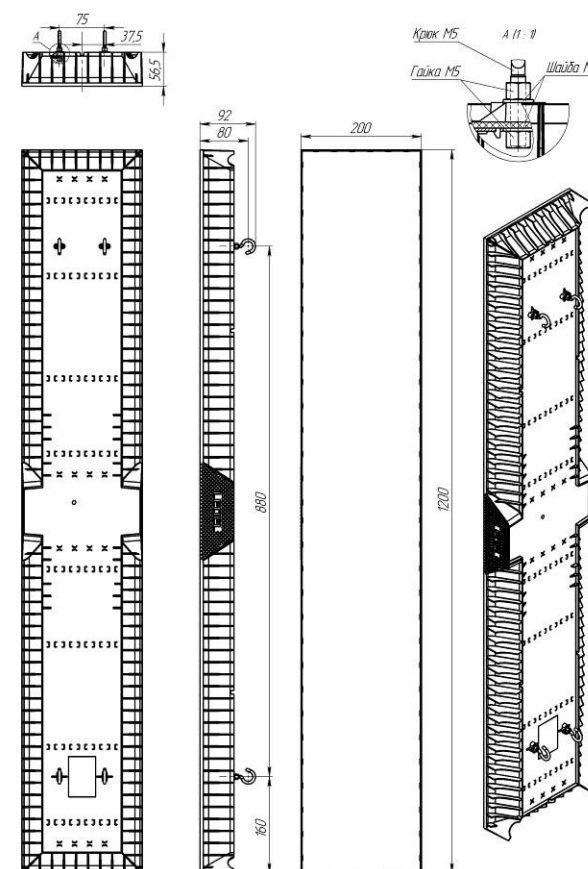

Рисунок 1 Светильники «L-school 55 industry»
- Установить крюки на корпус светильника зафиксировав их двумя гайками и шайбами М5 (см. рис. 1, местный вид А);